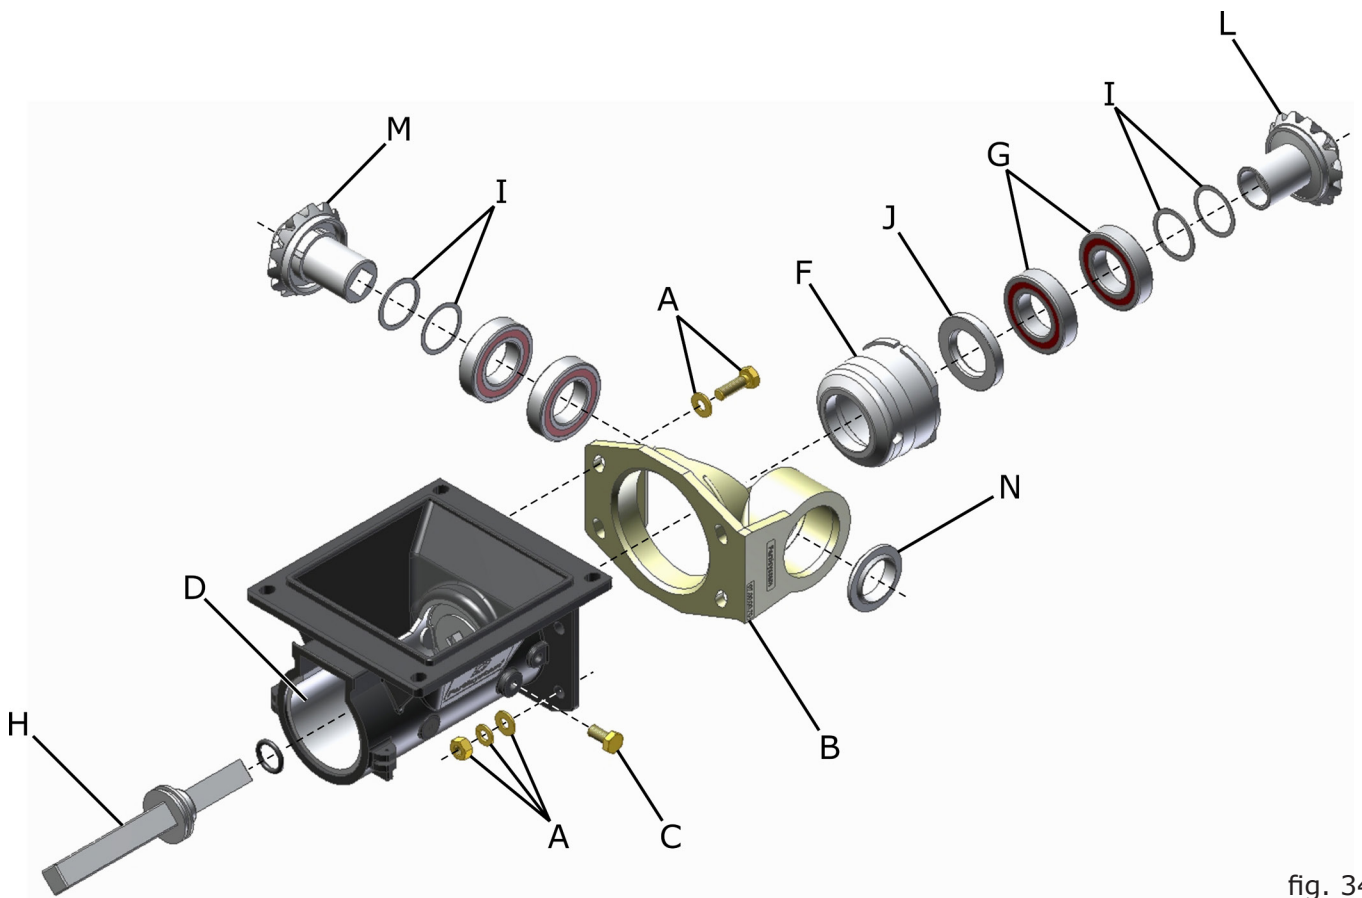

fig. 34
- 2-** Retire os quatro parafusos e porcas (A) (fig. 34) de fixação do mancal suporte dos pinhões de transmissão (B);
- 3-** Afrouxe e retire os parafusos (C) de fixação do revestimento (D), retirando-o do conjunto;
- 4-** Retire a bucha mancalizadora (F) e os rolamentos (G). Retire o eixo acionador (H) e remova a bucha mancalizadora dos rolamentos e o retentor (J) fazendo as limpezas ou substituições necessárias;
- 5-** Retire o anel de proteção (N).
**Observe atentamente que deverão ser montadas as arruelas de ajuste (I) (fig. 34), as quais proporcionarão um espaço maior ou menor para o ajuste dos pinhões (L e M). Se houver necessidade de substituição dos pinhões, deverá ser feito do conjunto: pinhão acionador-motriz (L) e do pinhão movido (M).**
**O retentor (J) deverá ser substituído ao desmontá-lo, pois, o mesmo sofrerá danos neste procedimento.**